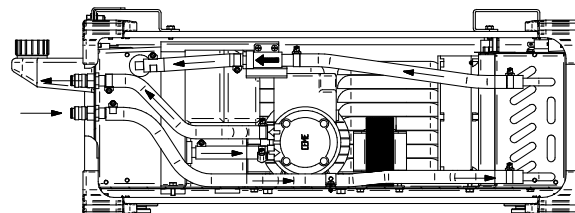

Figura 6.
- Conecte las mangueras de agua del refrigerador a los conectores de entrada [5] y salida [4] (Figura 6).
- Conecte las mangueras del refrigerador de agua - Figura 6.